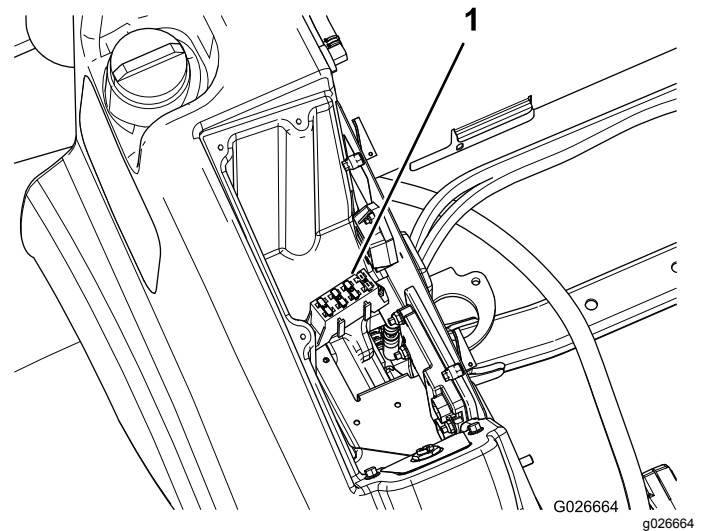

Figura 20
2. Localice el bloque de fusibles (Figura 20).